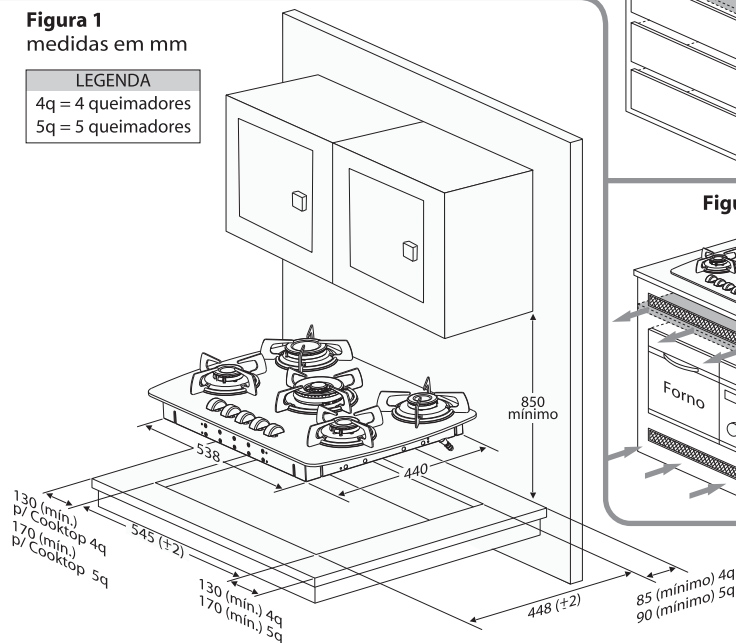

Figura 2 - medida em mm
- O Cooktop pode ser instalado com mangueira plástica NBR 8613 (figura 2) ou com tubo flexível metálico, quando possuir no mesmo gabinete um forno instalado (figura 3), (Tubo flexível não acompanha o produto deve ser adquirido no Serviço Autorizado de Fábrica mediante orçamento ou em qualquer loja especializada).
Caso seu Cooktop seja instalado em um gabinete, recomendamos o uso de um tampo com distância mínima de 120mm da base de vidro do Cooktop, como mostra a figura 2. Recomendamos ainda que, ao utilizar um forno no mesmo gabinete do Cooktop, deixe-se uma área para ventilação, como demonstrado na figura 3. Consulte o manual do seu forno para informações sobre dimensões da área de ventilação.